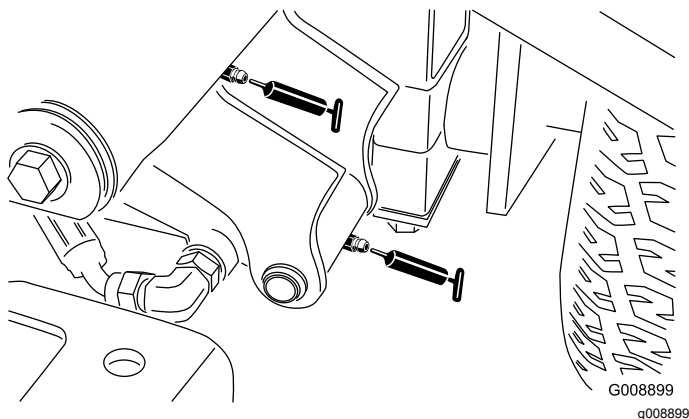

Figura 50
- Perno del braccio di sollevamento sinistro anteriore e cilindro di sollevamento (2) (Figura 50)